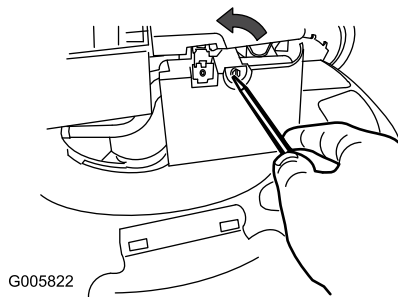

Рисунок 24
1. Используя отвертку, откройте крышку воздушного фильтра (Рисунок 24).